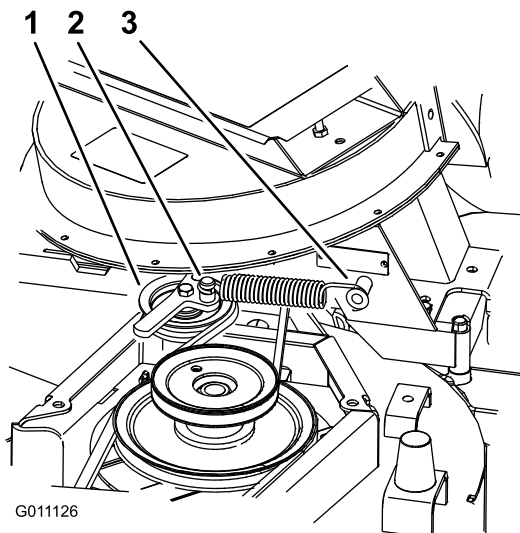

Figura 36
6. Montate la molla come illustra Figura 36.